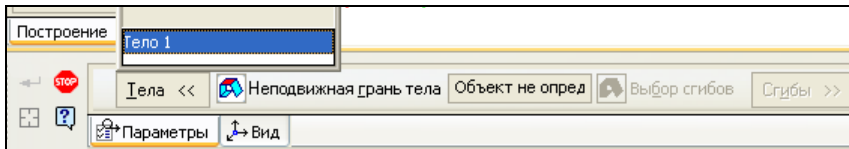

Рис. 4.48. Панель свойств команды **Параметры развертки** с открытой вкладкой **Параметры**
- ♦ вызовите команду **Параметры развертки**  с панели **Листовое тело**. Панель свойств команды **Параметры развертки** имеет две вкладки: **Параметры** и **Вид**. На вкладке **Параметры** (рис. 4.48) в списке **Тела** появилось Тело 1;